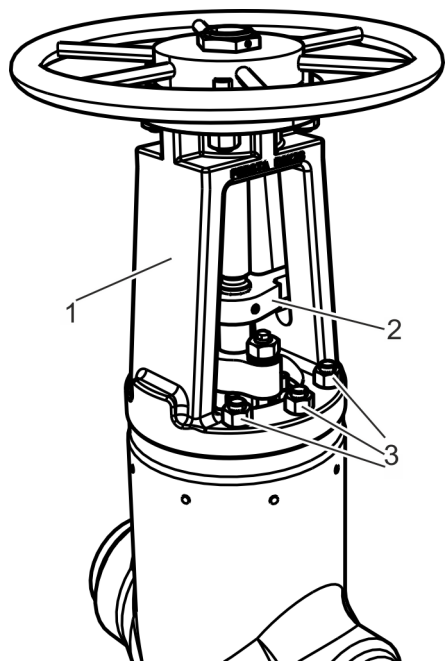

Fig. 23: Bonete y mecanismo anti-giro
- 16.** Monte el bonete (Fig. 23/1) y el mecanismo anti-giro (Fig. 23/2).
- 17.** Apriete los tornillos de fijación del bonete (Fig. 23/3) siguiendo el esquema en cruz conforme a las indicaciones del fabricante.